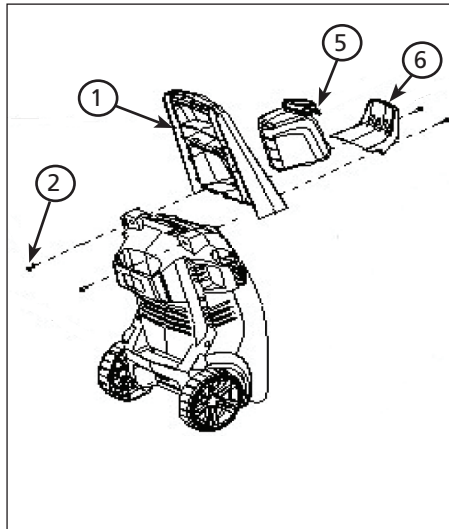
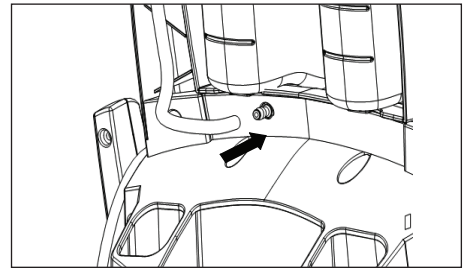

Figure 7 - Seulement pour le PW1826
Figure 8 - Attachez le tube de savon à l'unité
1. Faites glisser la poignée (1) sur l'unité (voir la figure 7).
3. Faites glisser le crochet du tuyau (6) sur l'avant du nettoyeur haute pression.
5. Faites glisser le réservoir de savon (5) dans la poignée.
6. Attachez le tube de savon à l'unité (voir la figure 8).